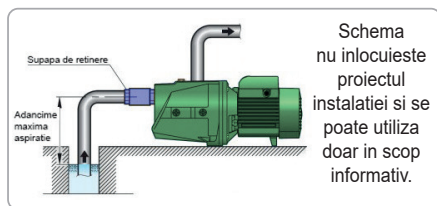

Fig. 2
- Atunci când instalați pompa, luați în considerare înălțimea de aspirație a pompei și în funcție de anotimpurile secetoase (Fig.2).